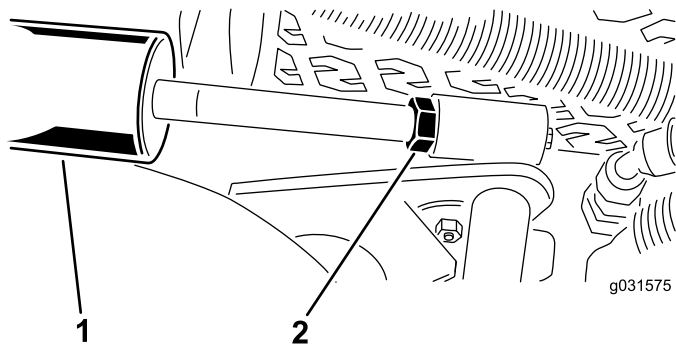

図 15
- A. カッティングユニットを降下させ、シリンダについているジャムナットを戻す 図 15。